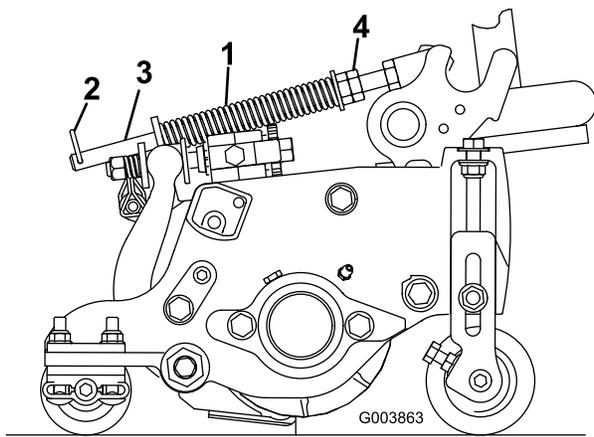

Figura 14
A mola de compensação de relva (Figura 14) transfere peso do cilindro dianteiro para o cilindro traseiro. (Isto ajuda a reduzir o efeito ondulado na relva, também conhecido como ondulação ou "bobbing".)
1. Certifique-se de que o contrapino do gancho está instalado no orifício traseiro na haste da mola (Figura 14).
2. Aperte as porcas sextavadas na extremidade dianteira da haste da mola até que o comprimento comprimido da mola seja 12,7 cm nas unidades de corte de 5 polegadas Reelmaster 5210 e 5410, ou 15,9 cm nas unidades de corte de 7 polegadas Reelmaster 5510 e 5610 (Figura 14).